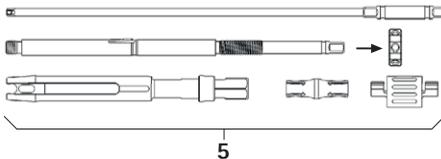

Abb. 3
- ▶ Repositionshebel perkutan 5 demontieren, siehe Abb. 3. Repositionshebel komplett zerlegen und Spannmutter abschrauben.